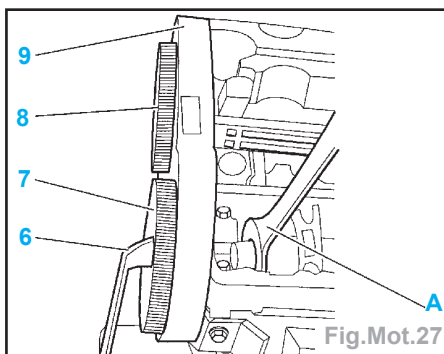

Fig.Mot.27
- le bloc bobines d'allumage compacté (2),
- le capteur (3),
- les couvre-culasses (4) (desserrer progressivement et en spirale les vis de couvre-culasse en commençant par l'extérieur).
- Positionner la clé plate (A) sur le méplat de l'arbre à cames (Fig.Mot.27).